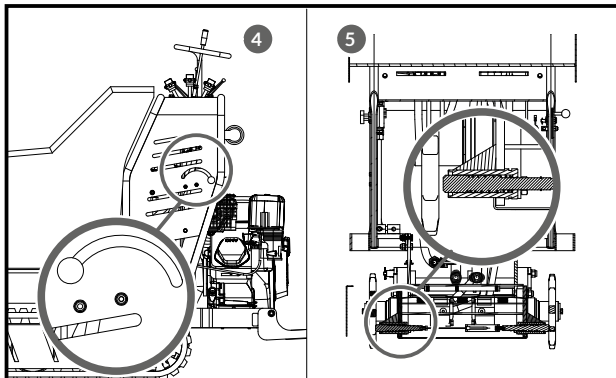

Figure 26
- B. Si le levier de frein est tourné dans la position illustrée sur la figure 26 (4) et que l'axe de frein est toujours dans la position illustrée sur la figure 26 (5), répétez les étapes ci-dessus, mais tournez les écrous dans le sens opposé.